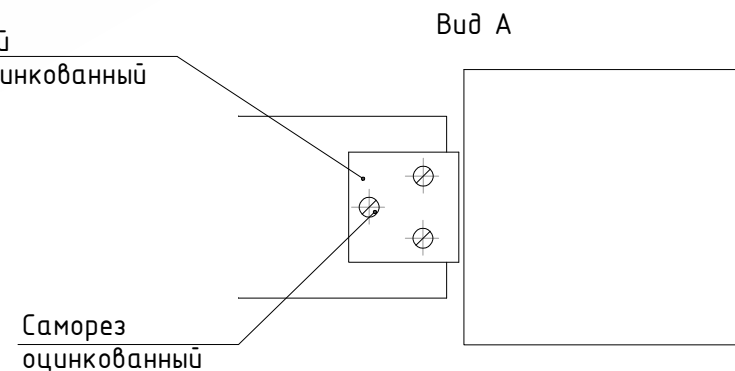

Рис. 2 Крепления перила Polywood 80x45
- Для крепления перила Polywood 80x45 и перила Polywood 66x55 использовать крепежный уголок металлический оцинкованный. (Рис.2)